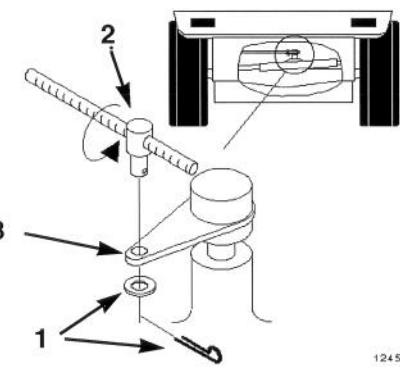

Bild 26
Der Bremshebel befindet sich an der Oberseite der Hinterachse (Bild 26). Hält die Feststellbremse die Maschine nicht mit Sicherheit, ist eine Einstellung erforderlich.
Scheibe vom Bremshebel (Bild 26) abziehen.
4. Den Zapfen so drehen, daß er sich problemlos in den Bremshebel einführen läßt (Bild 26).
5. Den Drehzapfen mit U-Scheibe und Splint am Bremshebel absichern (Bild 26).